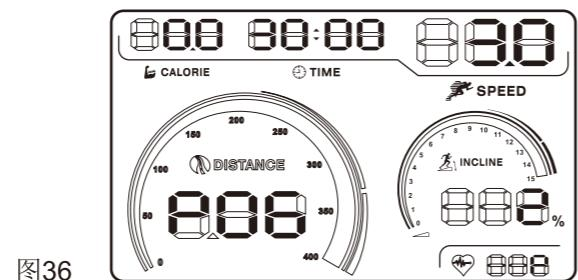

图36
2. 连续按下面板上Training Prog键 ，直至屏幕上出现P06字样，时间窗口闪烁，默认时间为30分钟，您可以通过SPEED（速度）的+（增加）/-（减少）键调整时间。(图36所示)。